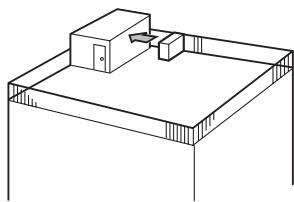

Fig. 2-4
- ① Direccione a saída de ar para a parede mais próxima a uma distância de cerca de 50 cm. (Fig. 2-4)